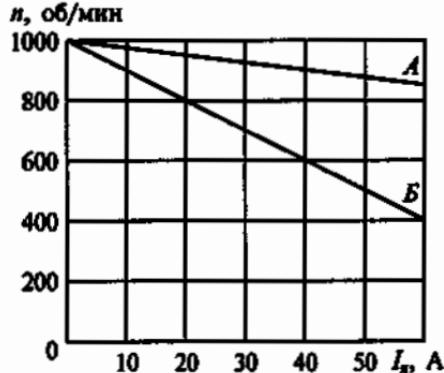

Рис. 250
10.55. При каком добавочном сопротивлении R_d , включенном в цепь якоря, двигатель постоянного тока с параллельным возбуждением будет иметь реостатную характеристику вида B , показанную на рис. 250, если сопротивление обмотки якоря $R_a = 0,2 \text{ Ом}$, а естественная характеристика имеет вид прямой A ?